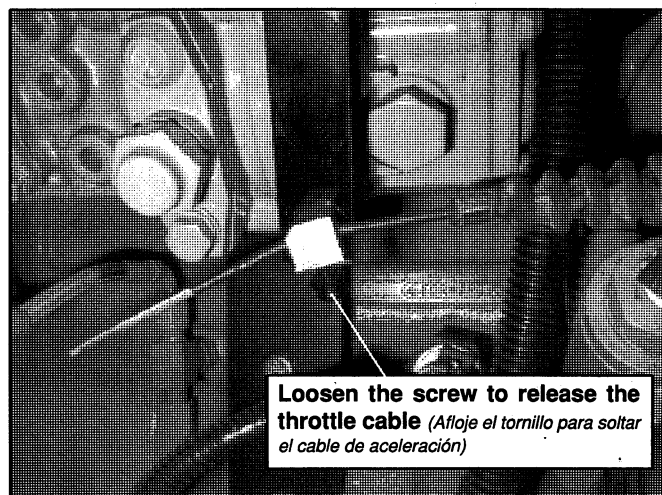

FIG. 7C
- D. Loosen the throttle cable locking mechanism that holds the cable to the fuel injection governor control, see Fig. 7C for better reference.
(*Afloje el mecanismo de seguridad que sujeta el cable de aceleración a la palanca del gobernador de la bomba de inyección, ver Fig. 7C*)